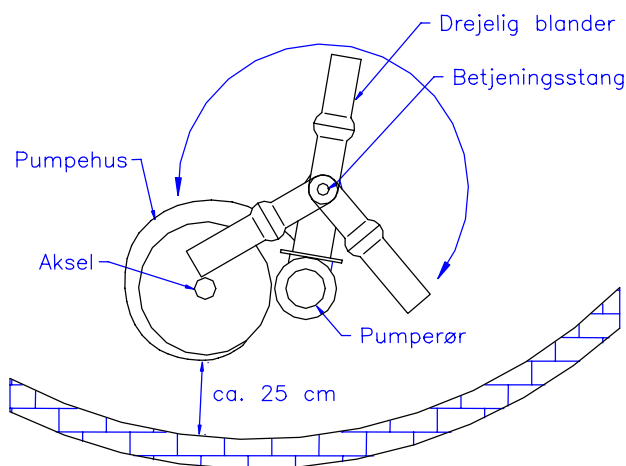
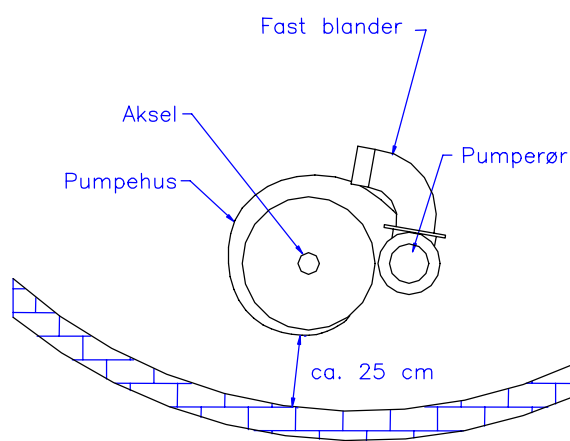

Fig.1 Pumpe med drejelig blander
Fig.2 Pumpe med fast blander
- Pumpen skal placeres således at pumpehuset er ca. 25 cm fra kanten. Ved pumper med drejelig blander skal studsens pege ind mod midten af tanken, så studsens kan drejes til begge sider i tanken (se fig.1). Hvis pumpen har fast blander skal studsens pege ud langs siden i kanten (se fig.2), så gyllen kan pumpes rundt og dermed give en god opblanding i tanken.